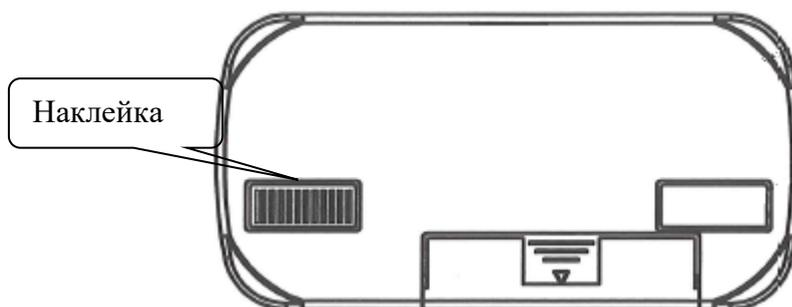

Рисунок 17 – Место наклейки с указанием серийного номера измерительного блока
4.4.3 Сверить серийный номер, нанесенный на наклейку, установленную на задней стороне блока индикации (рисунок 17) с номером измерительного блока. Номер, на наклейке должен совпадать с номером измерительного блока. Блок измерительный и блок индикации, взятые из разных комплектов (упаковок) прибора, имеющие различные серийные номера, не будут взаимодействовать.